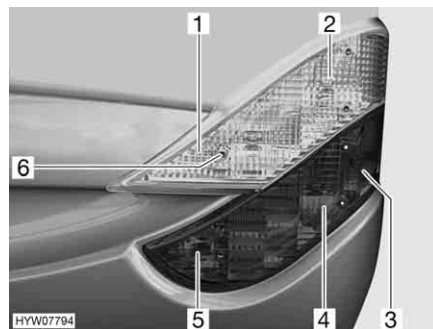

Fig. 204 Luci posteriori (lato anteriore)
- Svitare le sei viti ad esagono cavo (Fig. 204,6).